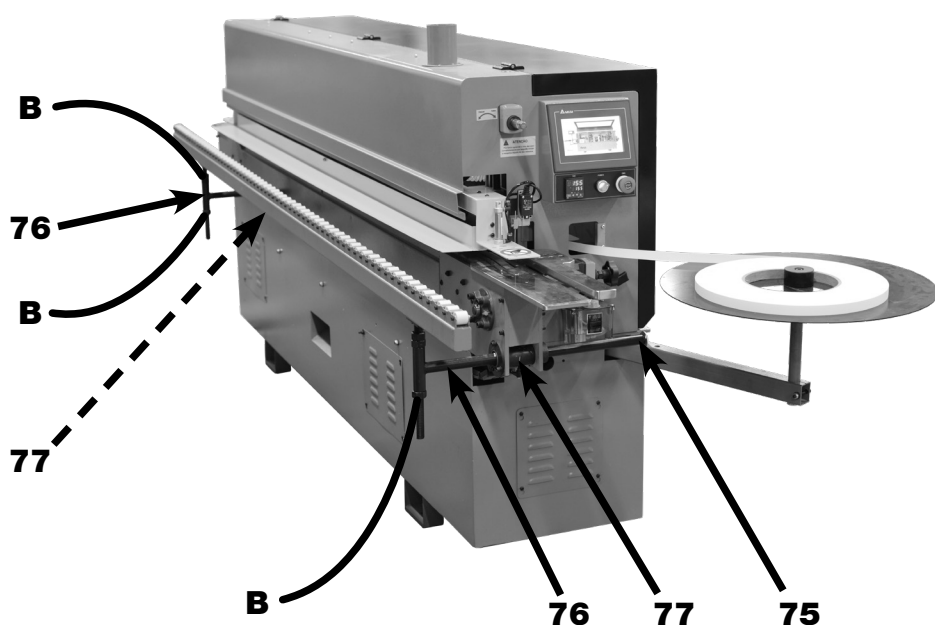

FIGURA 20 – Montagem da Mesa de Roletes
1. **RETIRAR** as Arruelas de Batente (75) da ponta dos Braços da Mesa de Roletes (76);
2. **PASSAR** o Braços (76) pelo interior das Buchas de Deslizamento (77), conforme figura 20;
3. **COLOCAR** novamente as Arruelas de Batente (75);
4. **MONTAR** a Mesa de Roleta (18) sobre os Braços da Mesa de Roletes (76), conforme figura 20;
5. **COLOCAR** as Porcas de Ajuste **B** e **REALIZAR** a ajuste da altura da Mesa de Roletes (18), deixando nivelada com a Esteira de Transporte (16).